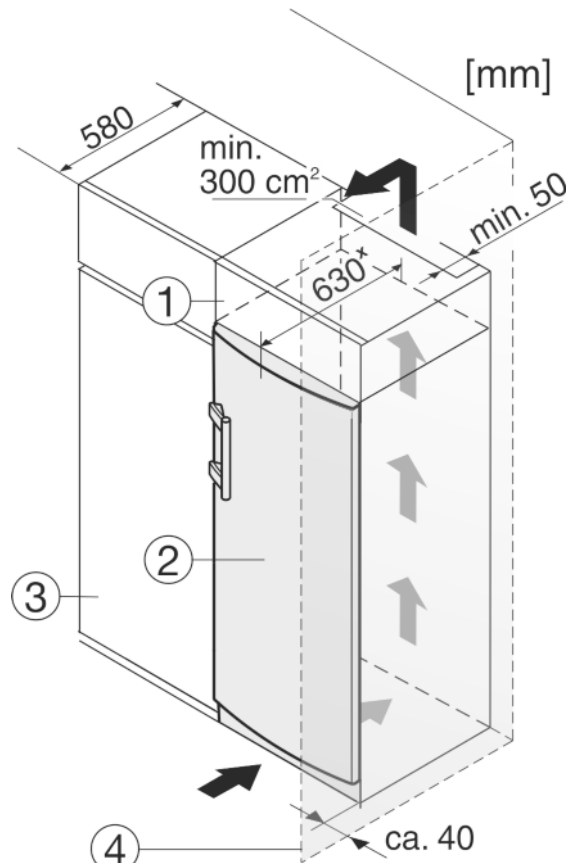

Fig. 12
- (1) Aufsatzschrank
- (2) Gerät
- (3) Küchenschrank
- (4) Wand
Das Gerät kann mit Küchenschränken umbaut werden. Um das Gerät Fig. 12 (2) der Küchenzeilenhöhe anzugleichen, kann über dem Gerät ein Aufsatzschrank Fig. 12 (1) angebracht werden.
Beim Umbau mit Küchenschränken (Tiefe max. 580 mm) kann das Gerät direkt neben dem Küchenschrank Fig. 12 (3) aufgestellt werden. Das Gerät steht seitlich 34 mm * und in der Gerätemitte 50 mm * gegenüber der Küchenschrankfront vor.
Wenn das Gerät mit den Scharnieren neben einer Wand *Fig. 12 (4)* aufgestellt wird, muss der Abstand zwischen Gerät und Wand mindestens 40 mm betragen. Dies entspricht dem Griffüberstand bei geöffneter Tür.